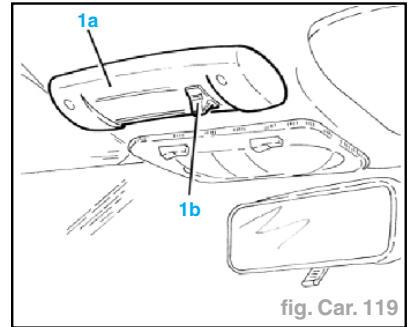

fig. Car. 119
- Déboîter la garniture (1a) en agissant sur l'agrafe (1b) (fig. Car. 119).